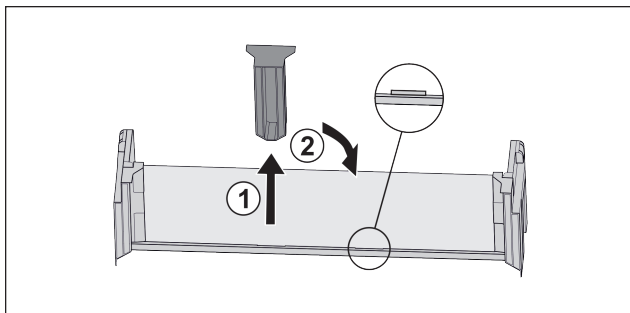

Fig. 65
- ▶ Desprindeți piesa de susținere intermediară Fig. 65 (1).
- ▶ Introduceți piesa de susținere intermediară la a doua poziție Fig. 65 (2).